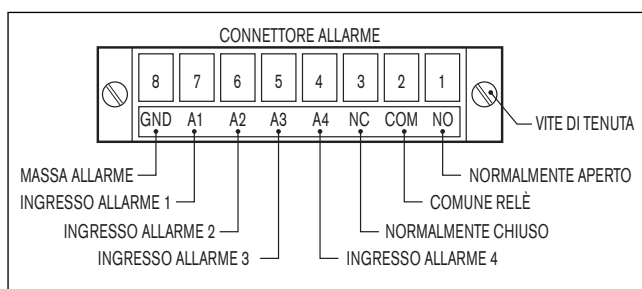

Figura 1C Connettore allarme
- a. Se si utilizzano gli ingressi allarme o l'uscita relè, collegare i fili appropriati al connettore allarme a 8 piedini (FIGURA 1C).